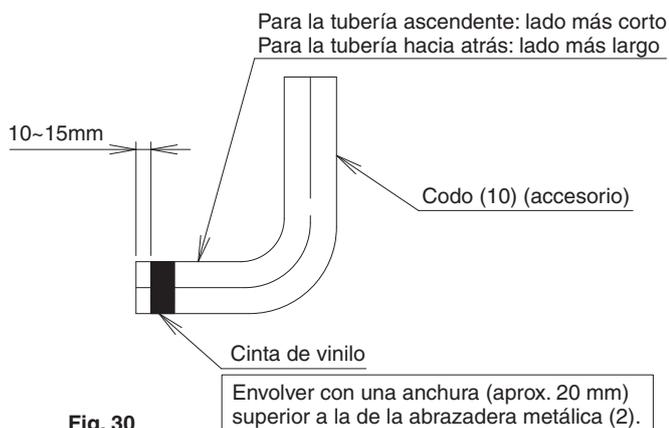

Fig. 30
- Asegúrese de utilizar la manguera de drenaje (1), el codo (10) y el material aislante (grande) (8) suministrados con la unidad como accesorios.
1. Para evitar que la abrazadera metálica dañe el codo (2) en la instalación de la tubería ascendente y hacia atrás, envuelva el codo con cinta de vinilo 2 o 3 veces de tal modo que la cinta cubra más de la anchura de la abrazadera metálica (2) dejando 10 - 15 mm del extremo del codo (10) sin envolver tal y como se muestra en la **Fig. 30**.